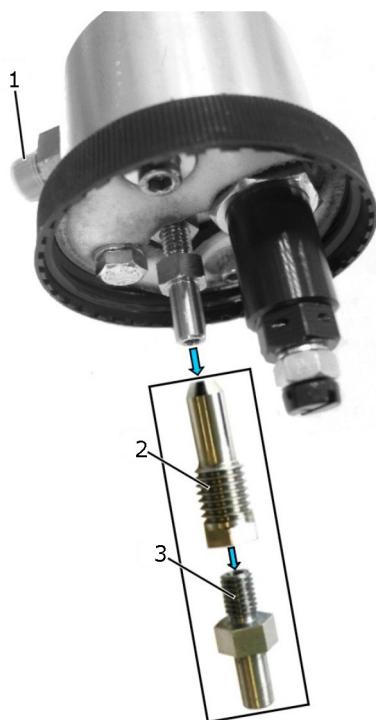

Abb. 17: Módulo receptor de presión abierto
! Posibles resinificaciones por restos de combustible pueden tapan la pequeña perforación del manguito estrangulador (fig. 17, pos. 2) y con ello producir resultados erróneos de las mediciones.
2. Retirar el manguito de descarga (fig. 17, pos. 3).
3. Retirar el manguito estrangulador (fig. 17, pos. 2).
5. Limpiar la perforación estranguladora sobre la tubuladura (fig. 17, pos. 1) con aire comprimido.
6. Atornillar el manguito estrangulador (fig. 17, pos. 2) con un par de apriete de 20 Nm.
7. Atornillar la tubuladura (fig. 17, pos. 3) en el manguito estrangulador.